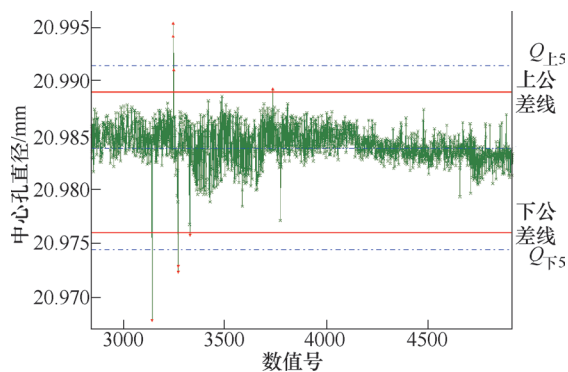
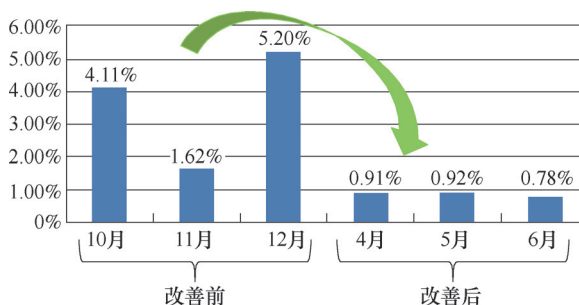

图9 法兰中心孔直径下线数据
图10 法兰中心孔直径超差比例对比
1) 法兰中心孔直径稳定性明显得到改善，超差比例由5%左右降低至1%以下（见图9、图10）。